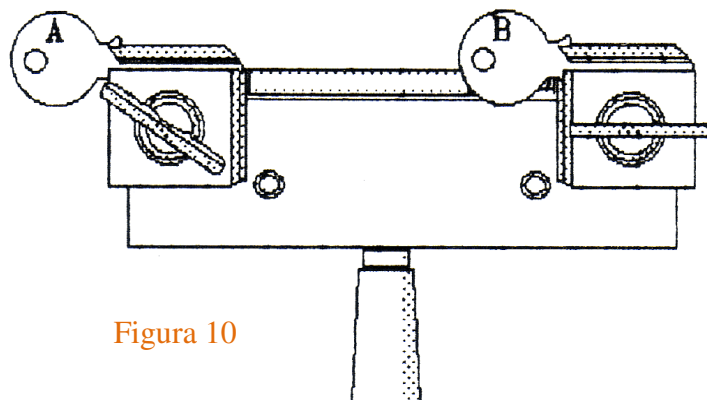

Figura 10
- 4) Coloque la llave A en la mordaza frente al palpador (mordaza izquierda) y la llave B en la mordaza de la fresa (mordaza derecha) (ver figura 10). Asegúrese de que las llaves están asentadas correctamente (ver sección titulada “Colocación de la llave (carro izquierdo)”).